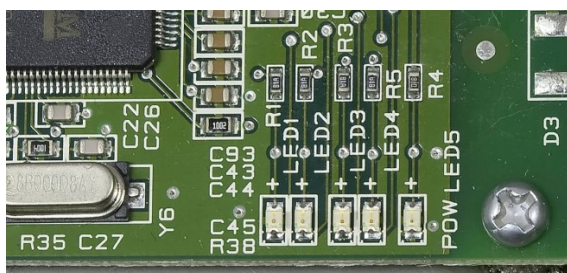

Figura 3-31: Localização de LEDs de dados do ACM500 (topo) e detalhe (base)
6. Monitore os LEDs na placa principal ACM500 como mostrado na Figura 3-31. Se o ACM500 estiver devidamente conectado e o IND560x estiver programado corretamente, os LEDs piscarão.